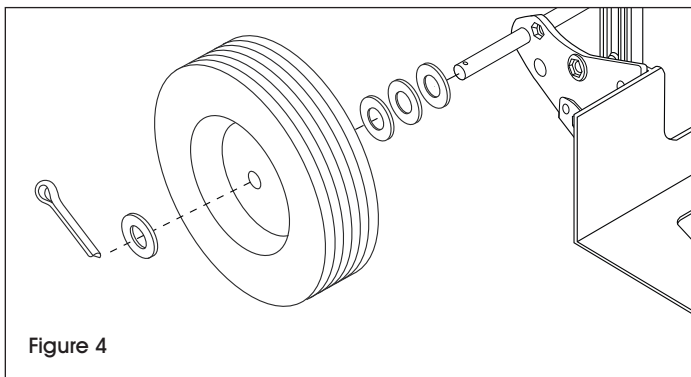

Figure 4
3. Slide three washers onto each end of the axle. Slide a wheel onto each end of the axle. Slide on another washer onto each end of the axle. (See Figure 4)
4. Insert a cotter pin through the holes in each end of the axle. Bend cotter pins using pliers to secure wheels. Wheels should spin freely. (See Figure 4)
3. Enfilez trois rondelles à chaque extrémité de l'essieu. Enfilez une roue à chaque extrémité de l'essieu. Enfilez une autre rondelle à chaque extrémité de l'essieu. (Voir Figure 4)
4. Insérez une goupille fendue dans le trou à chaque extrémité de l'essieu. Repliez les goupilles à l'aide d'une pince afin de fixer les roues en place. Les roues doivent tourner librement. (Voir Figure 4)